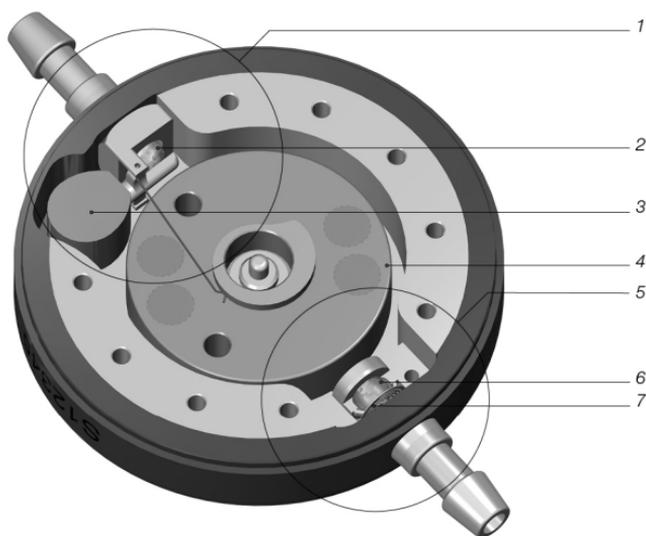

Fig. 1: Sección transversal de la M.blue
La *M.blue* es una válvula fabricada en titanio. Se compone de una unidad gravitacional ajustable y de una unidad de presión diferencial (fig. 1). La unidad gravitacional (1), situada en el extremo proximal de la válvula, lleva un contrapeso de tántalo (3) que retiene una esfera de zafiro en el asiento de la esfera por medio de una palanca (2). En función de la posición corporal del paciente va cambiando la influencia del contrapeso de tántalo sobre la esfera de zafiro y, con ello, la presión de apertura de la válvula. Mediante un rotor (4) se puede ajustar a través de la piel la pretensión del muelle de varilla que va unido a la palanca. De esta forma se puede regular la influencia del con-